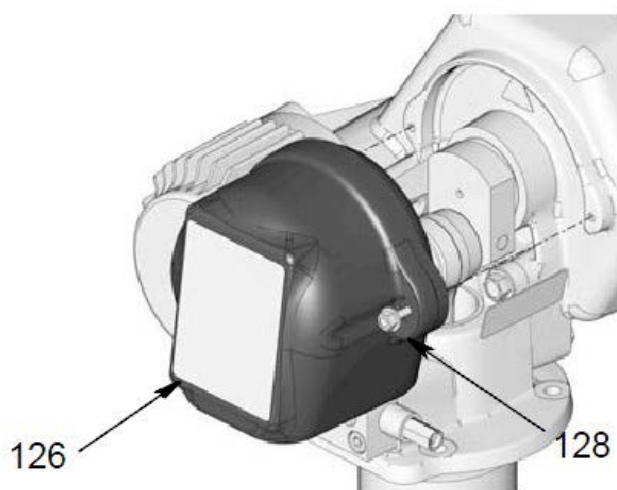
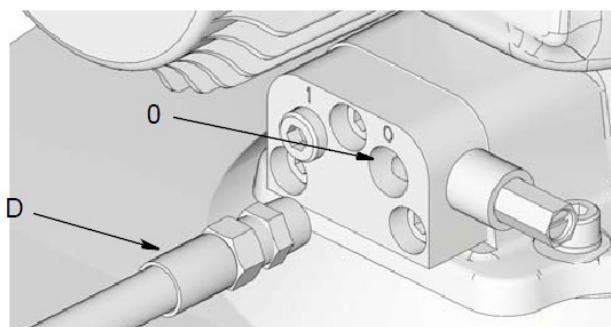
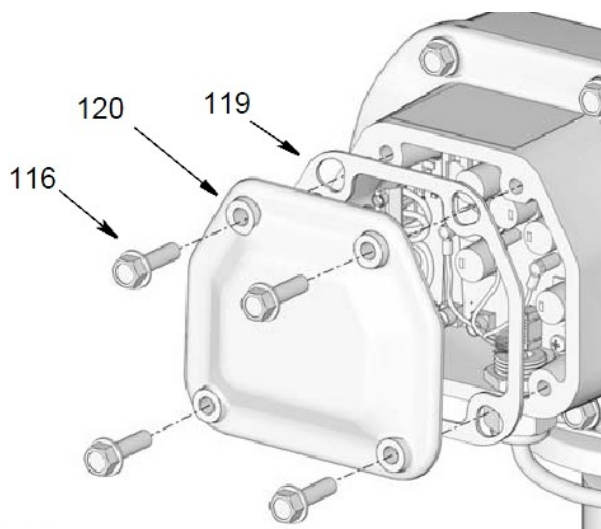
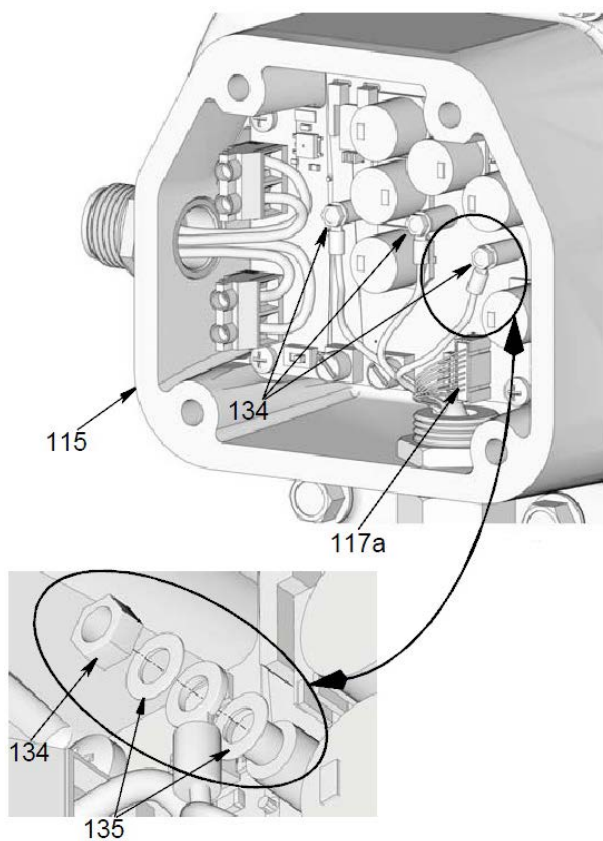

Рис. 44
Рис. 45 Схема подключения выхода смазки
Рис. 46
Рис. 47
27. Снова установите крышку (126) с помощью болты (128). Затяните болты монтажным ключом (рис. 44).
28. Подключите таймер/контроллер (F) (заготовленный пользователем, если используется).
29. Присоедините трубку подачи смазки высокого давления (D) к выпускному клапану или штуцеру выхода смазки (0) коллектора (рис. 45).
5. Снимите винт (116) с крышки (120) блока управления мотором, снимите крышку и шайбу (119) (рис. 46).
6. Снимите гайку (134), как показано на рис. 47. Снимите шайбу (135) и соединительный провод мотора с клеммы. аккуратно храните эти детали для дальнейшего использования при повторной установке.
7. Отсоедините разъем кабеля (117a) датчика от панели управления мотором (рис. 47).
5. Проведите распиновку зеленого, желтого и синего проводов с клемм по цветам (это указано на панели управления мотором). Закрепите провод на клемме шайбой и гайкой (134 и 135) (рис. 47). Затяните до достижения момента 8-10 фунт-футов (0,9-1,1 Н.м).
6. Присоедините кабель (117a) питания датчика (рис. 47).
7. Замените шайбу (119) панели управления и крышку (120), винт (116), будьте осторожны, избегайте надавливания любого провода. Надежно закрутите винт. Затяните до достижения момента 17-19 фунт-футов (23-25 Н.м).
8. Подключите таймер/контроллер (F) (заготовленный пользователем, если используется).
9. Присоедините трубку подачи смазки высокого давления (D) к выпускному клапану или штуцеру выхода смазки (0) коллектора (рис. 45).
3. Отключите таймер/контроллер (F) (заготовленный пользователем, если используется).
4. Отсоедините трубку подачи смазки высокого давления (D) от выпускного клапана или штуцера выхода смазки (0) коллектора (рис. 45).
5. Снимите винт (116) с крышки (120) блока управления мотором, снимите крышку и
шайбу (119) (рис. 46).
3. Проведите распиновку зеленого, желтого и синего проводов мотора с клемм по цветам (это указано на панели управления). Закрепите провод на клемме шайбой (135) и
гайкой (134) (рис. 47). Затяните до достижения момента 8-10 фунт-футов (0,9-1,1 Н.м).
4. Присоедините кабель (117а) питания датчика (рис. 47).
5. Замените шайбу (119) панели управления мотором и крышку (120), винт (116) (рис. 46), будьте осторожны, избегайте надавливания любого провода. Надежно закрутите винт. Затяните до достижения момента 17-19 фунт-футов (23-25 Н.м).
6. Подключите таймер/контроллер (F) (заготовленный пользователем, если используется).
7. Присоедините трубку подачи смазки высокого давления (D) к выпускному клапану или штуцеру выхода смазки (O) коллектора (рис. 45).